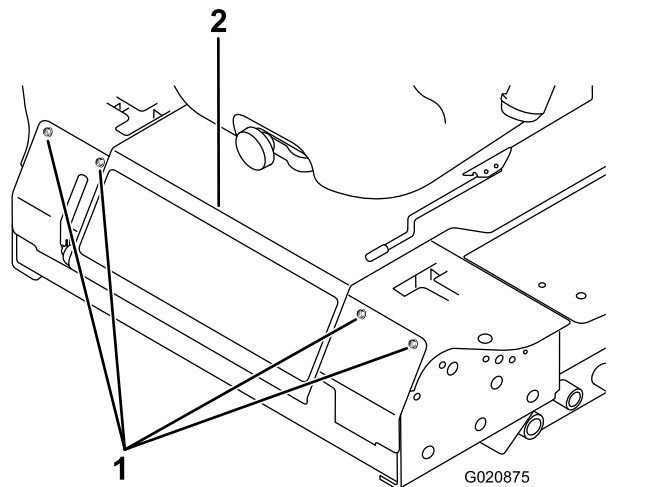

図 76
2. 前パネルを止めているボルトを外して前パネルを外す(図 76)。